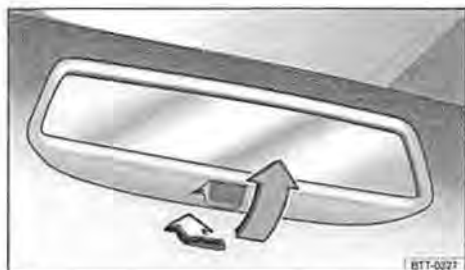

Fig. 68 Specchietto interno in posizione antiabbagliamento: posizionamento manuale
- Per evitare che lo specchietto abbagli, spostare la levetta all'indietro (freccia grigia) → fig. 68.